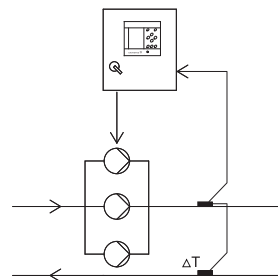

Рис. 27 Перепад температур
- Перепад температур с одним датчиком, см. рис. 27.